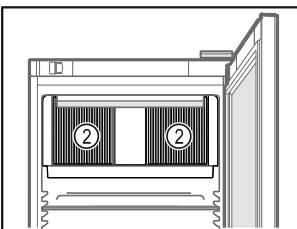

Fig. 60
- ❑ Διατηρείτε ελεύθερες τις σχισμές αερισμού Fig. 60 (2) του ανεμιστήρα στο εσωτερικό.